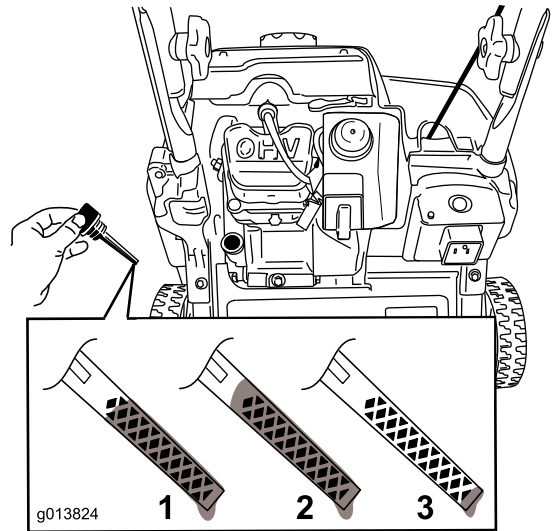

Figure 13
8. Pour déterminer le niveau d'huile correct avec la jauge, voir la Figure 13.
Remarque: Versez de l'huile dans le carter moteur jusqu'à ce que la jauge indique le niveau correct, comme indiqué à la Figure 13. Si vous remplissez excessivement le carter moteur, vidangez l'excédent d'huile comme expliqué à la section (page).